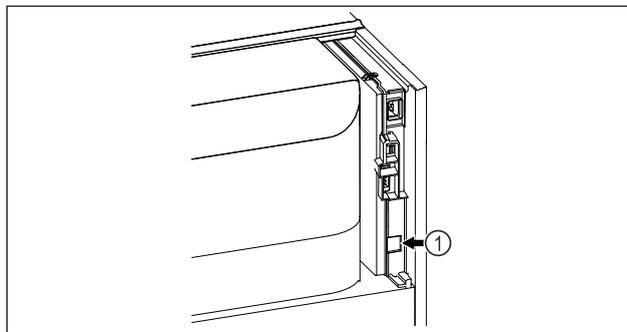

Fig. 146
- SmartModule Fig. 146 (1) 已使用。